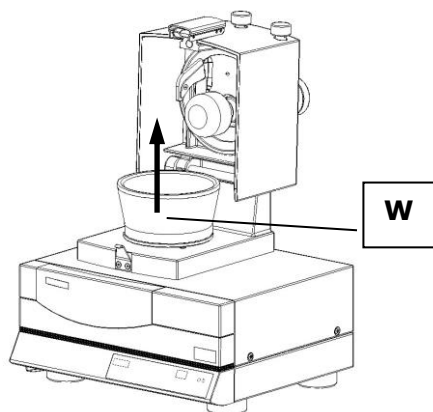

Fig.2
- Prelevare il mortaio **W**. **Fig.2**